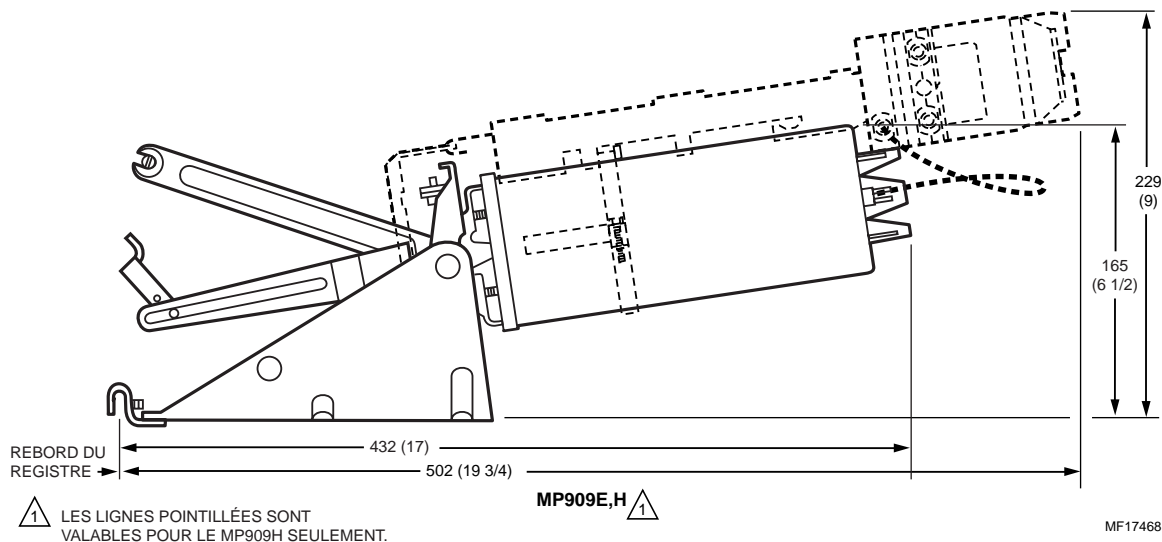

Fig. 13. Encombrement d'un actionneur normalement ouvert à montage interne en millimètres (pouces).
1. Voir la Fig.13 pour connaître l'encombrement d'un actionneur normalement ouvert à montage interne.